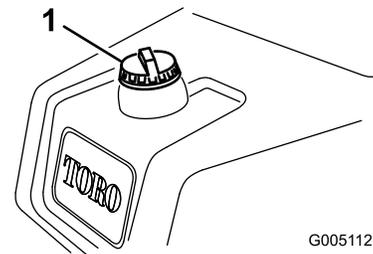

Bild 29
1. Reinigen Sie den Bereich um den Tankdeckel und nehmen Sie den Deckel ab (Bild 29).